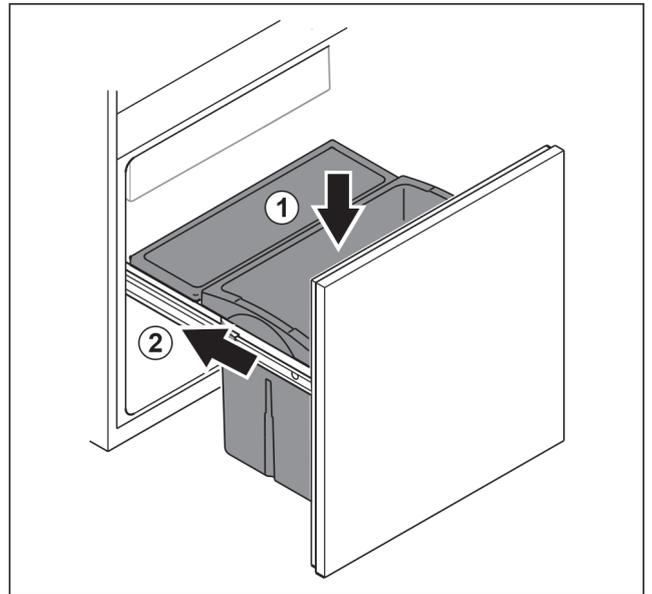

Fig. 98
- ▶ Schubfach von oben einsetzen. Fig. 98 (1)
- ▶ Auszugswagen einschieben. Fig. 98 (2)